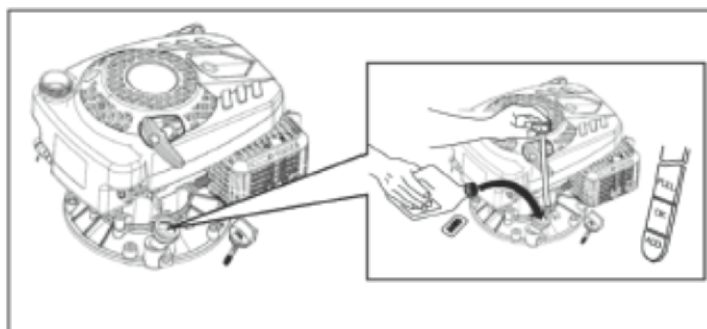

Рис. 3
2. Откройте крышку маслозаливной горловины и извлеките масляный щуп (см. Рис. 3)